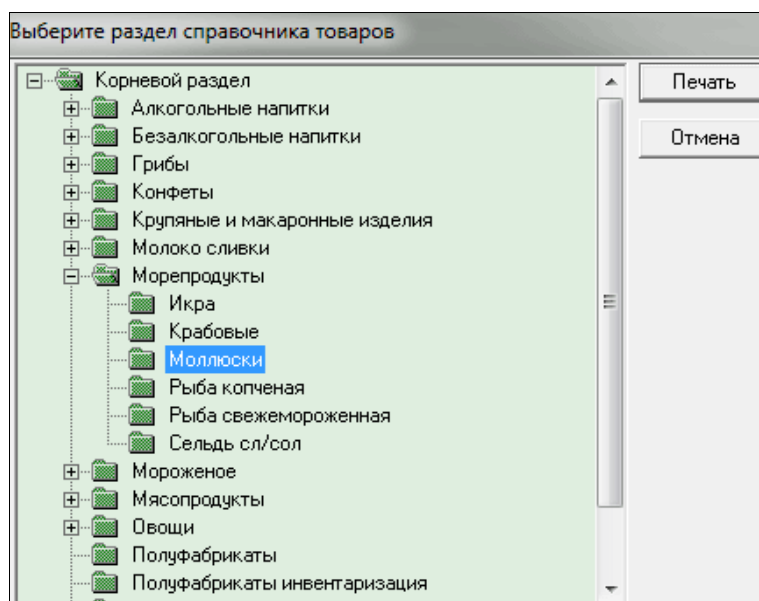

Рис. 9.3.
2. выбрать раздел справочника товаров (см. рис. 9.3.) и нажать левой кнопкой мышки на кнопку «Печать» или нажать на клавиатуре клавишу **Enter**;